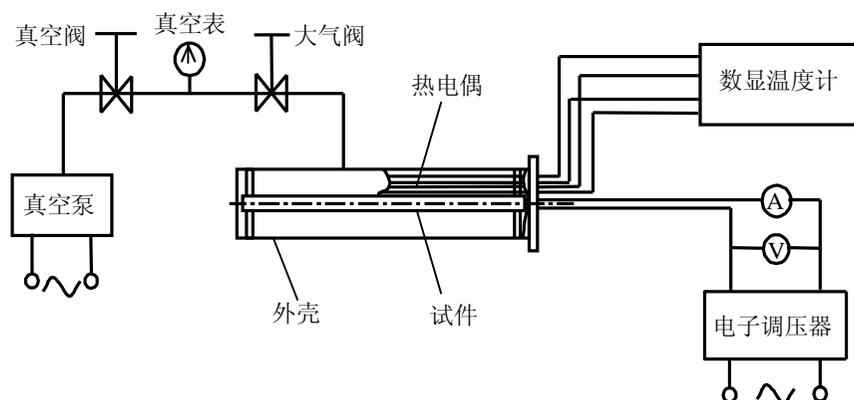

图 4-1 辐射传热实验装置简图
本体是由圆柱管的试件及外壳组成。试件外径为  $\phi 25\text{mm}$ ，管长  $270\text{mm}$ 。外壳内径为  $\phi 99\text{mm}$ ，管长  $270\text{mm}$ 。本实验装置的外壳内表面黑度取  $\varepsilon_2=0.6$ 。具体测量原理及装置参见图 4-1。
- 1、将所用的仪表及测量仪器按图 4-1 连接好，经指导老师同意，开启电源。